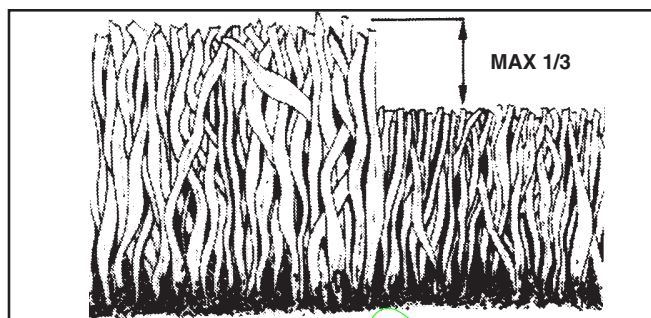

FIG. 5
- Pour la meilleure coupe, ajustez la hauteur de coupe de tondeuse afin que la tondeuse coupe seulement le tiers du haut de l'herbe (Voir Fig. 5). Pour la tonte de broyeuse grosse, réduisez la largeur de coupe et tondez lentement.